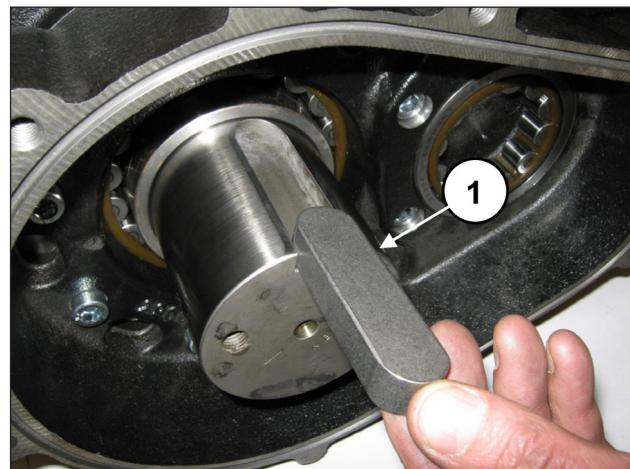
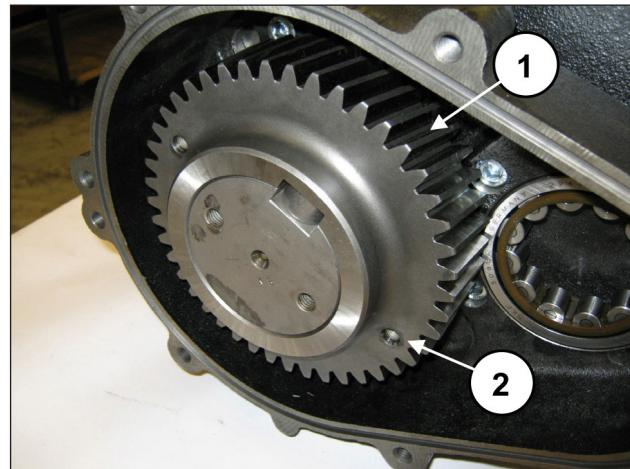

Fig. 76
Fig. 77
Aplicar la lengüeta 22x14x80 en el alojamiento del eje (pos. ①, Fig. 76) e introducir la corona en el eje (pos. ①, Fig. 77).
Montar la corona de modo que los dos orificios M8 utilizados para la extracción estén orientados hacia la parte externa de la bomba (pos. ②, Fig. 77).